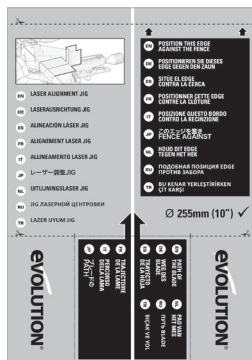

Abb. 8c
- Platzieren Sie die Kartonlaserschablone (im Lieferumfang enthalten) auf dem Drehtisch (**Abb. 8c**).